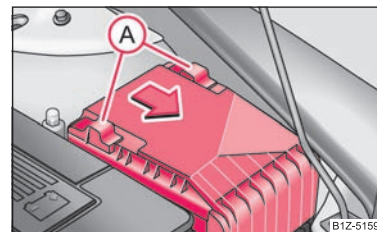

Fig. 189 Capacul cutiei de sigurane din
- Deplasezi mânerul de siguranță (A) ⇒ pagina 215, fig. 189 până la limită, în spatele mânerului de siguranță apare simbolul 6; scoateți capacul.